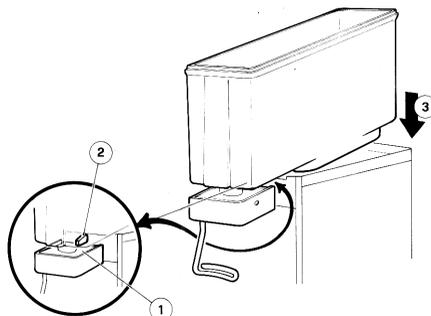

figura 8
**CADDY 5/2 - 5/3 - 5/4:** Asegurarse que el cuerpo del grifo (1) quede debajo del resalto (2) del plano recoge-gotas (ver figura 8).